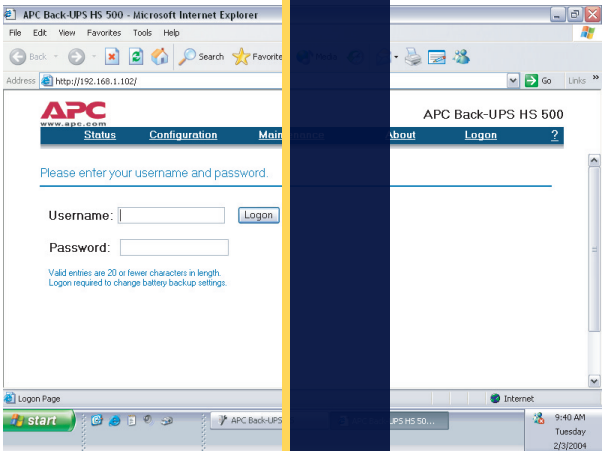

Рисунок 14. Окно регистрации
После открытия указанного сайта, введите присвоенные по умолчанию имя пользователя (**Username**) – **apc**, а также пароль (**Password**) – **apc**. Для их изменения необходимо зайти на сайт и щелкнуть по ссылке **Maintenance** (Техническая поддержка) (Рис. 14).
15. Используя окно **Настройка** (Configuration Page) (Рис. 14) можно отрегулировать уровень чувствительности устройства к перепадам напряжения. Такая регулировка позволяет в дальнейшем переключаться на резервное питание от аккумулятора в зависимости от качества напряжения сети. Три уровня чувствительности устанавливаются в следующих случаях: